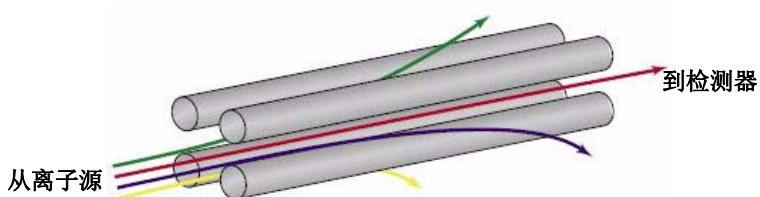

图 4 四极杆质量分析器
四极杆质量分析器（图 4）包含四个平行的杆，在这四个杆上施加有特定直流 (DC) 和射频 (RF) 电压。分析物离子被导入杆的中心。应用到杆上的电压生成电磁场。这些电磁场确定了哪些质荷比的离子能在给定时间通过过滤器。通过的离子聚焦在检测器上。